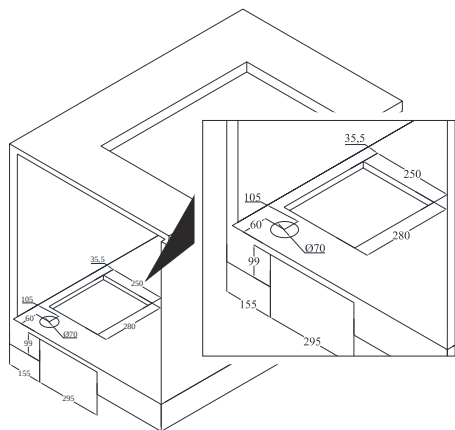

Fig. 13
3. ➤ Följ måtten på ritningen för montering av motorn i sockeln (Fig. 13).
Följ anvisningarna nedan innan du monterar produkten (Fig. 13).